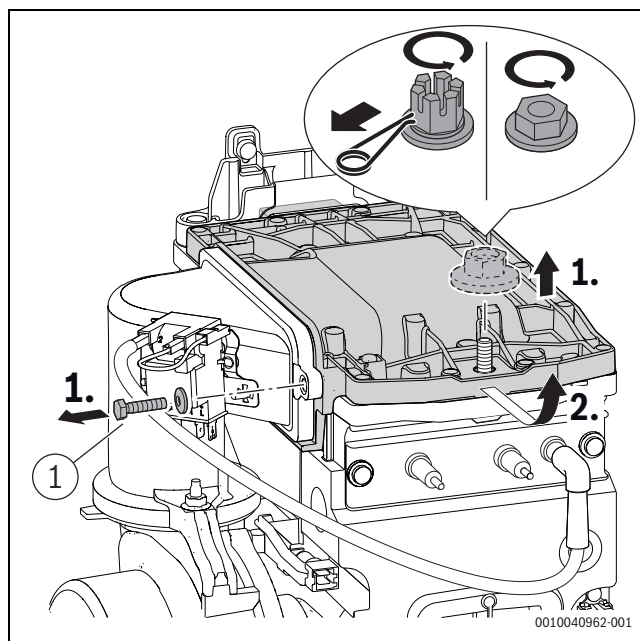

Fig. 58 Smontaggio del coperchio del bruciatore
- Serrare la vite ([1], fig. 58) sul coperchio del bruciatore a 5,5+0,5 Nm.